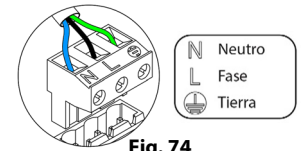

Fig. 74
La conexión de alimentación eléctrica del módulo se realiza mediante una borna de 3 pines ^①. Fije los cables con los tornillos de la borna respetando la polaridad de la misma (Fig. 74).